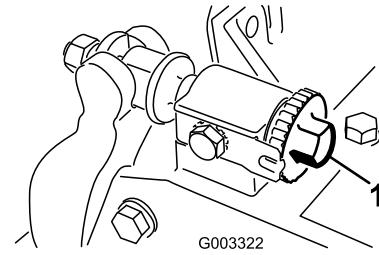

図 10
2. ベッドバー調整ねじを左に回してベッドナイフとリールの接触をなくす図10。